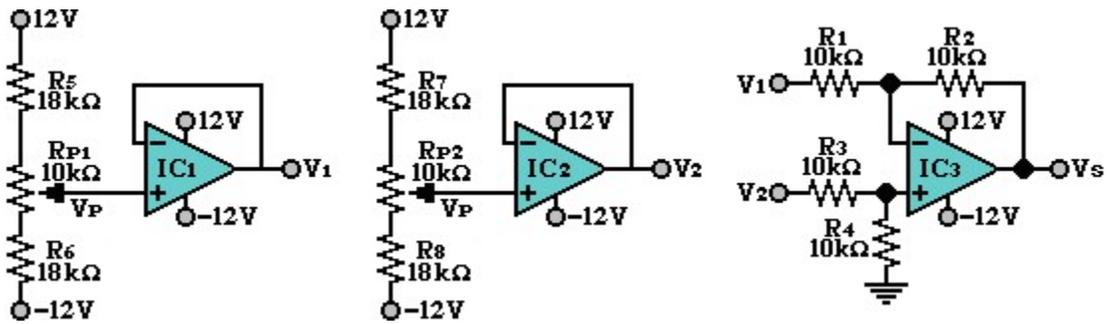

Figura 2.3
- Arme el circuito de la figura 2.3. Ajuste los voltajes de entrada V_1 y V_2 como se indica en la Tabla 2.1. En cada caso mida el voltaje de salida V_s .